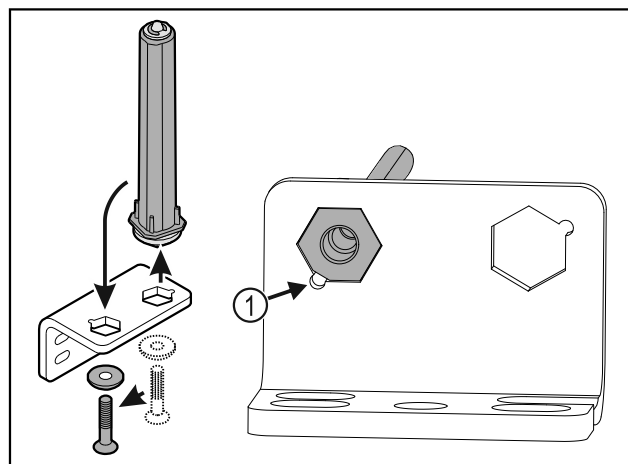

Fig. 40
- ▶ При поставянето внимавайте за това, скосяването на болта Fig. 40 (1) да сочи към кръглия отвор.